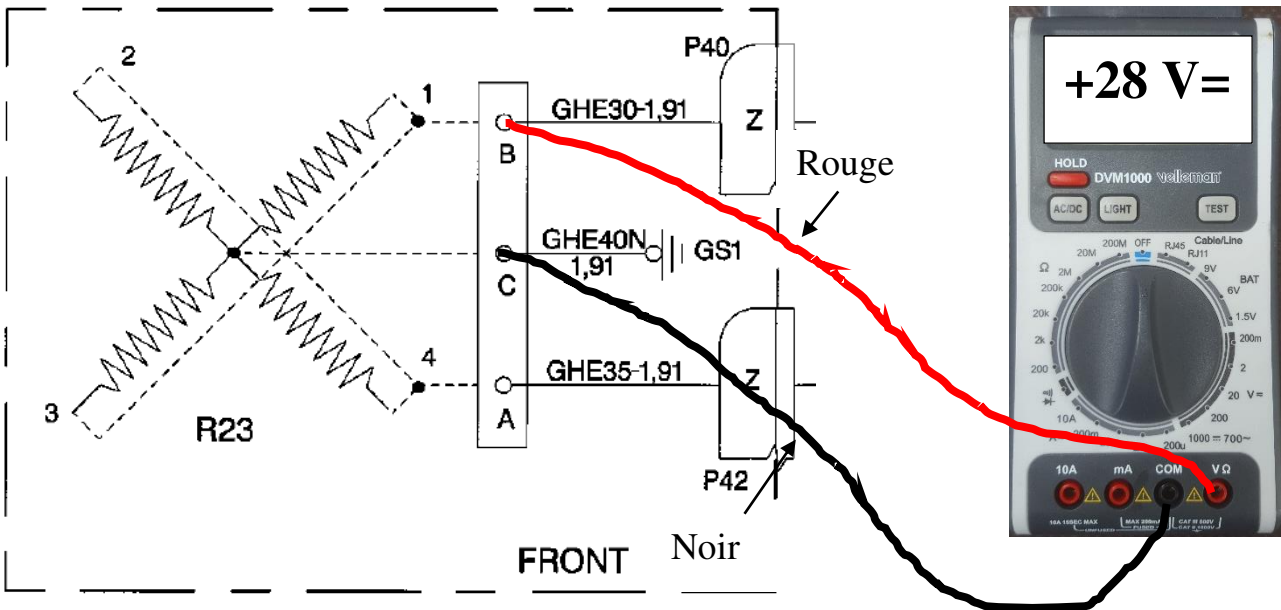

Figure 3
**Question 10 :** Dessiner, sur la figure 3 les deux cordons entre le multimètre et les broches A, B ou C de l'ensemble balais de façon à effectuer un contrôle de tension pendant que les dégivreurs 1 et 3 sont alimentés. Dessiner en rouge le cordon rouge et en noir le cordon noir du multimètre.